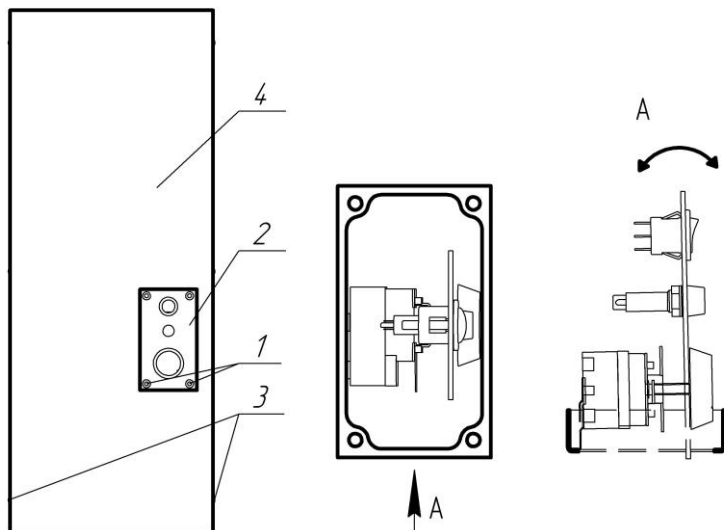

Рисунок 1
4.1 Для подключения прибора и ремонтно-профилактических работ необходимо снять кожух согласно рис.1, 1а, 1б. Для этого следует утопить надавливанием до щелчка центральные части крепежных клипс (1) и извлечь их, извлечь панель управления (2) из окна, развернуть ее перпендикулярно прибору (см. рис. 1а) и ввести её через проём во внутренний объём прибора, наклоняя влево-вправо по мере опускания (см. рис 1б). После этого отвернуть самонарезающие винты (3) с боковых поверхностей кожуха (4) и снять кожух.
Рисунок 1а
Рисунок 1б